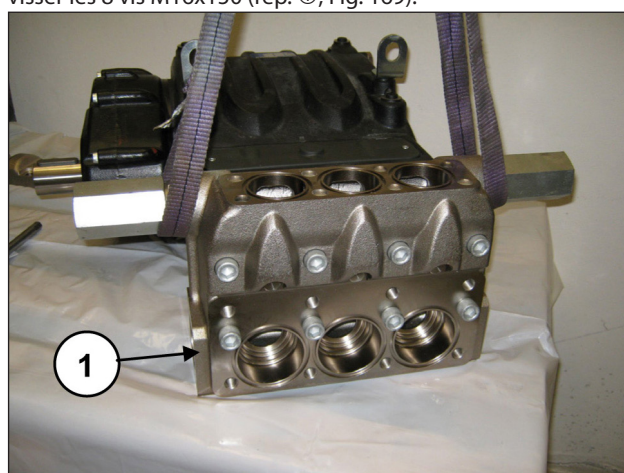
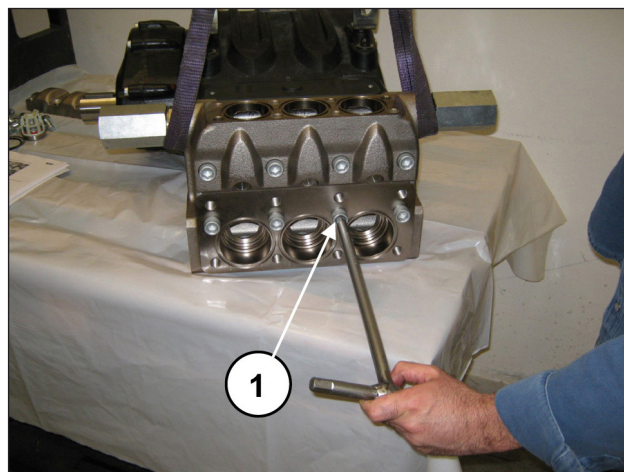

Fig. 168
Fig. 169
Monter la tête hydraulique sur le carter de pompe (rep. ①, Fig. 168) en prenant garde de ne pas heurter les pistons et visser les 8 vis M16x150 (rep. ①, Fig. 169).